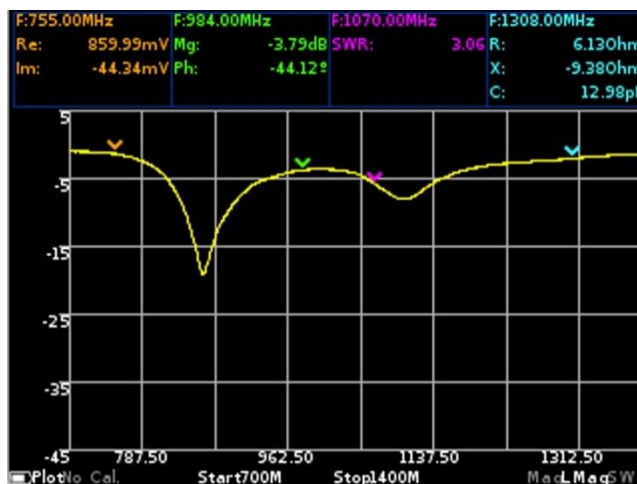

Рисунок 10.6 – Логарифмический график магнитуды КО
10.5.1. На данном графике отображается зависимость магнитуды КО от частоты в логарифмическом масштабе, в дБ (Рисунок 10.6.). На экране прибора, график отображается как **LMag**. Включение или выключение отображения данного графика на экране и его настройка, производится, как указано в п. 9.3.